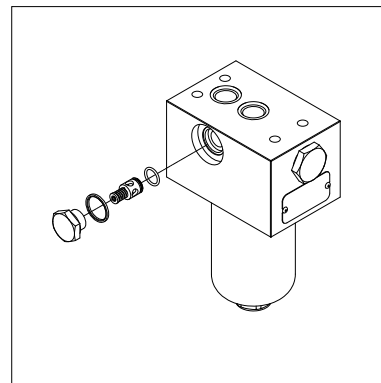

fig. 18
- (Fig. 18) Sostituire gli O-ring del bypass